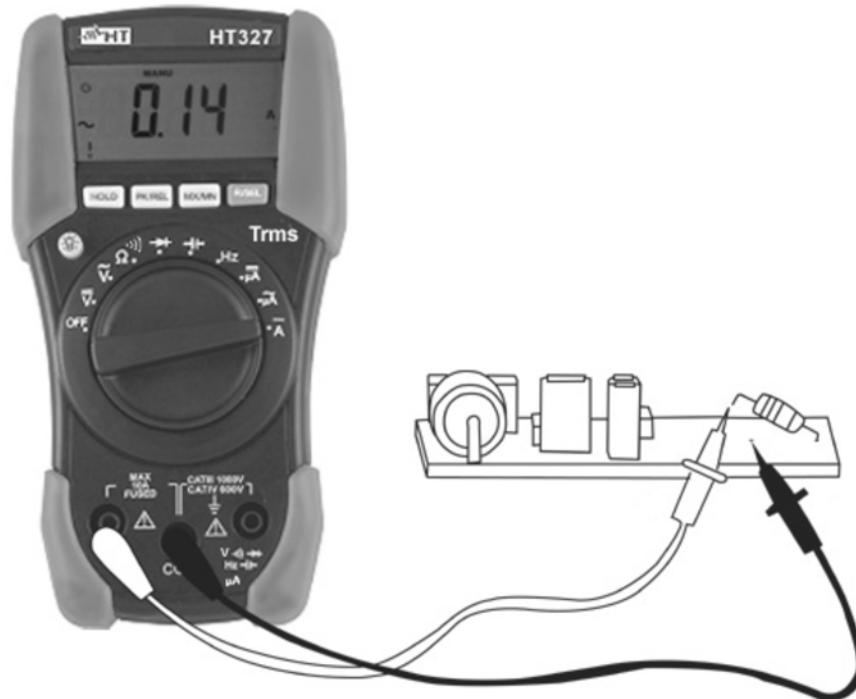

Abb. 5: AC-Strommessung
3. Verbinden Sie die rote und schwarze Messleitung mit dem Messkreis (s. Abb. 5).